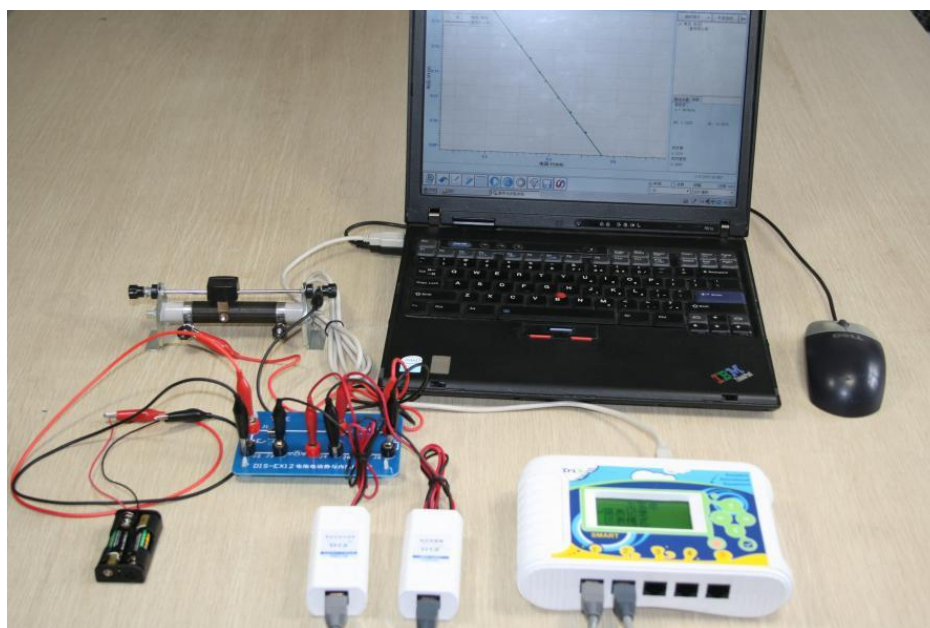

Рис.3 Собранная экспериментальная установка
1. Как показано на рис.3, подключите датчик напряжения и датчик тока к регистратору, затем подключите регистратор к компьютеру; сопротивление скользящего реостата должно быть максимальным при подключении к цепи;